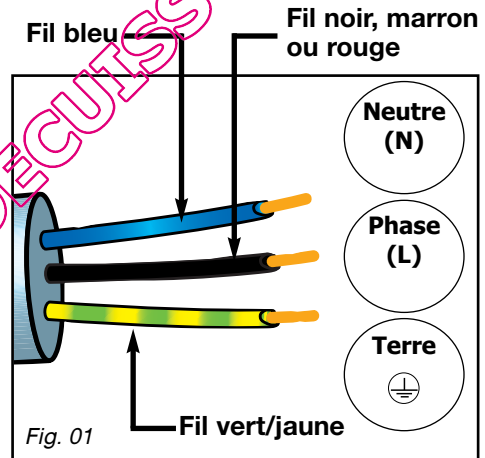

Fig. 01
– Vous pouvez immobiliser, si vous le désirez, la table au moyen de pattes de fixation livrées avec leur vis (Fig. 02) se fixant aux coins du carter. **Utilisez impérativement les trous prévus à cet effet suivant le dessin ci-dessus (Fig. 01).**
– Au-dessus d'un four (Fig. 01)
Nous suggérons à cet effet une découpe de 30 cm² à l'arrière d'un des côtés de la niche d'encastrement (Fig. 01)
– Branchez les fils sur l'installation en respectant les couleurs des fils (Fig. 01).